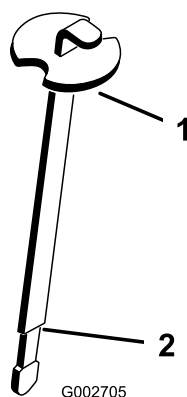

Figura 16
3. Retire a vareta do tubo de enchimento e limpe-a com um pano limpo. Introduza a vareta no tubo de enchimento, retire-a e verifique o nível de fluido. O nível de fluido deve situar-se até à marca (área assinalada) da vareta (Figura 16).